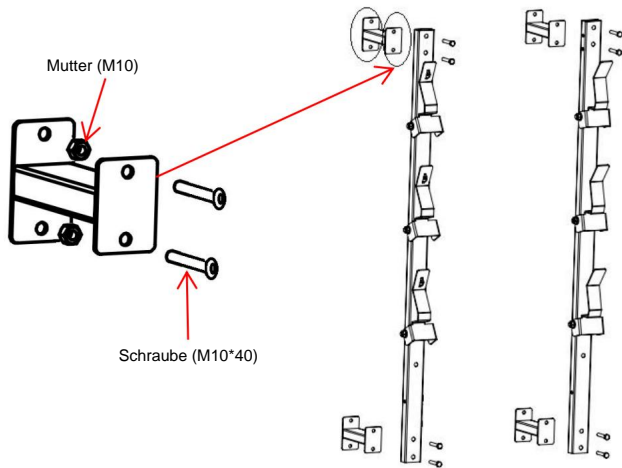

Abb. 4
Schritt 2: Installieren Sie den Stützrahmen wie in Abb. 4 auf der Stange.